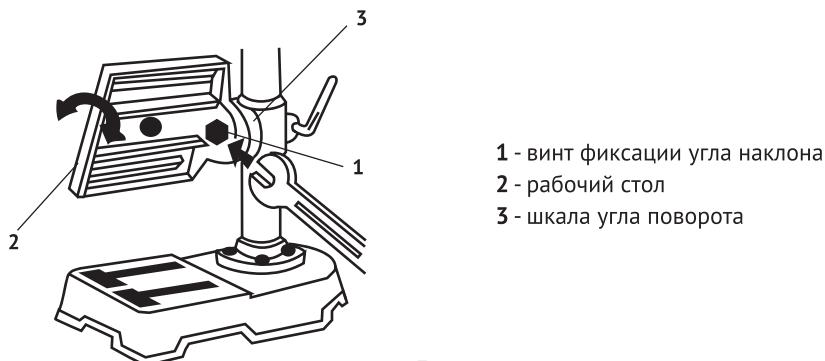

рис. 5
- ослабить ключом винт фиксации (рис.5 поз.1);
- повернуть рабочий стол (рис.5 поз.2) по шкале угла поворота (рис.5 поз.3) на нужную величину;